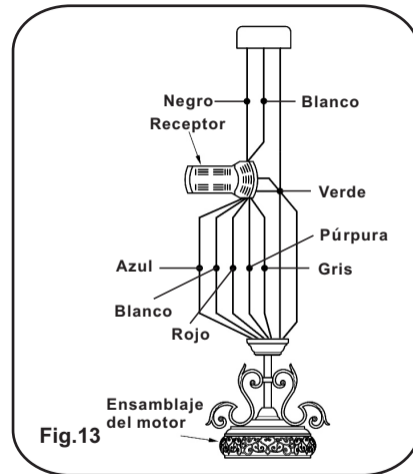

Fig.13
Paso 3. Si su caja de distribución tiene un alambre a tierra (verde o cobre) conéctelo a los alambres a tierra (verdes) de la Esfera de Soporte y la Abrazadera de Montaje. Si su caja de distribución no tiene un alambre a tierra, entonces únicamente conecte los dos alambres a tierra de la Esfera de Soporte y la Abrazadera de Montaje. Asegure la conexión con un conector de plástico proveído. (Fig. 13)